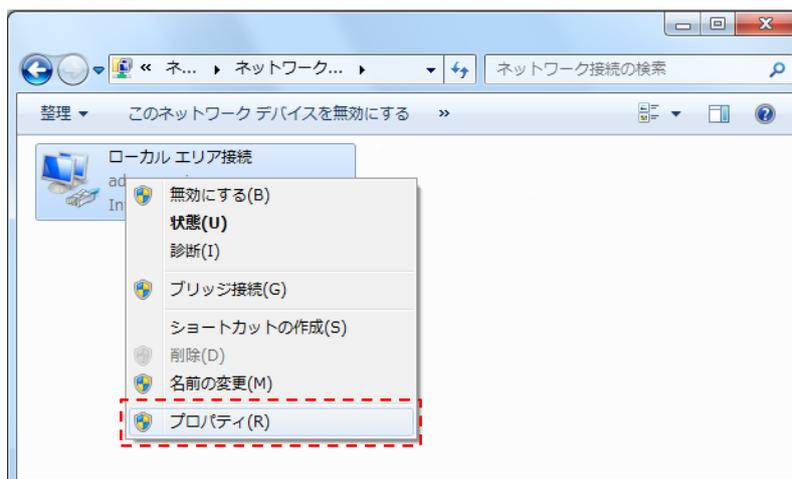

図 3-4 アダプターの設定の変更画面
手順②：アダプターの設定の変更画面より、「ローカルエリア接続」を右クリックし、「プロパティ」をクリックしてください。(図 3-4)